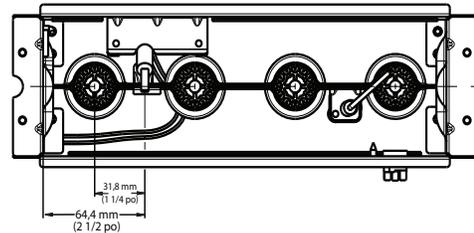
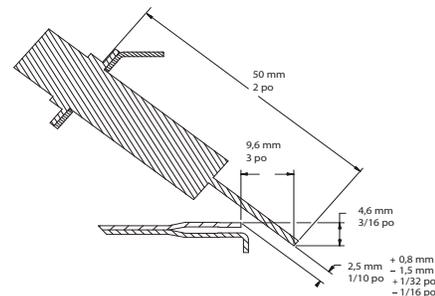
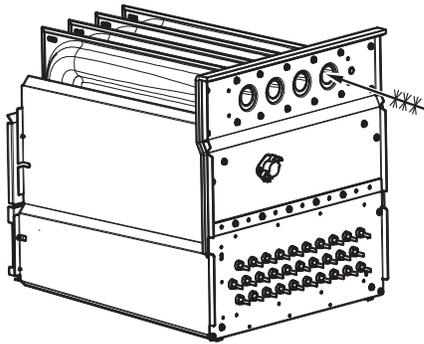

Fig. 69 – Position de l'allumeur - vue du haut
Fig. 70 – Position de l'allumeur - vue latérale
Fig. 71 – Nettoyage de la cellule de l'échangeur thermique A11273FR
Consultez la Fig. 69 pour les étapes 5 à 14.
8. Vérifiez l'alignement de l'allumeur (consultez les Fig. 69, Fig. 70 et Fig. 71).
L'allumeur n'a **PAS** besoin d'une inspection annuelle. Vérifiez la résistance de l'allumeur avant son retrait (consultez les Fig. 69, Fig. 70 et Fig. 71).
- a. À l'aide d'un tournevis 1/4 po, retirez les deux vis qui fixent le support de fixation de l'allumeur à l'ensemble du brûleur (consultez la Fig. 69).
7. Rebranchez le faisceau de l'allumeur sur l'allumeur en disposant les fils de façon à vous assurer qu'il n'y a aucune tension sur l'allumeur lui-même (consultez la Fig. 69).